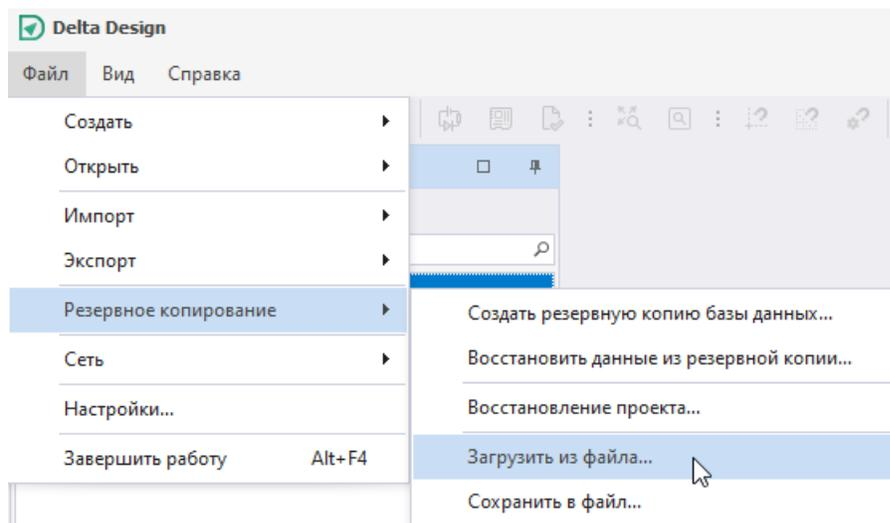

Рис. 7 Загрузка резервной копии в текущую версию программы
1. В главном меню программы выбрать «Файл» → «Резервное копирование» → «Загрузить из файла», см. Рис. 7.